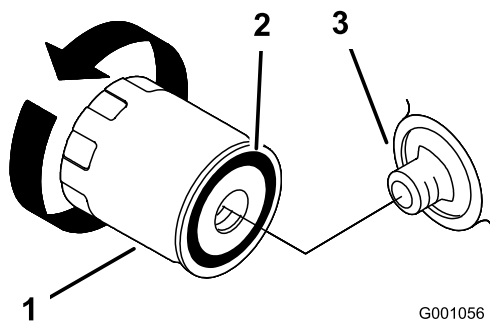

Figura 48
2. Remova o filtro de óleo antigo e limpe a superfície da junta do adaptador do filtro (Figura 48).
5. Aplique uma fina camada de óleo para sistemas hidráulicos na junta de borracha do filtro de substituição (Figura 48).
6. Instale um filtro de óleo de substituição no adaptador do filtro, rode o filtro de óleo no sentido horário até que o vedante de borracha entre em contacto com o adaptador do filtro, em seguida, aperte o filtro mais 2/3 a 1 volta (Figura 48).